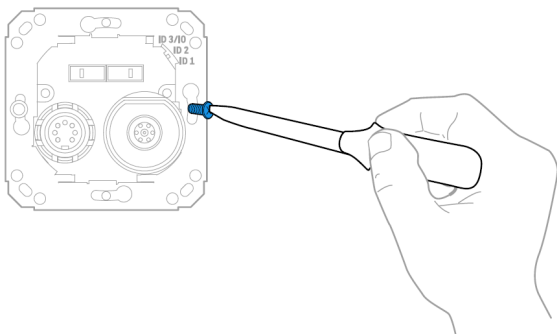

Abb. 2: Montage auf der uP-Dose
- Systemo Betteneinheit mit geeigneten Schrauben auf der uP-Dose montieren (Abb. 2)